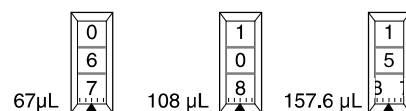

Abbildung 4: Beispiele für Volumeneinstellungen
- Die Verriegelung für die Volumeneinstellung in die Position „verriegelt“ schieben (Abb. 2 oben), um versehentliches Verstellen des eingestellten Volumens auszuschliessen. Einige Beispiele für Volumeneinstellungen einer Pipette mit 200 µl sind in Abb. 4 dargestellt.